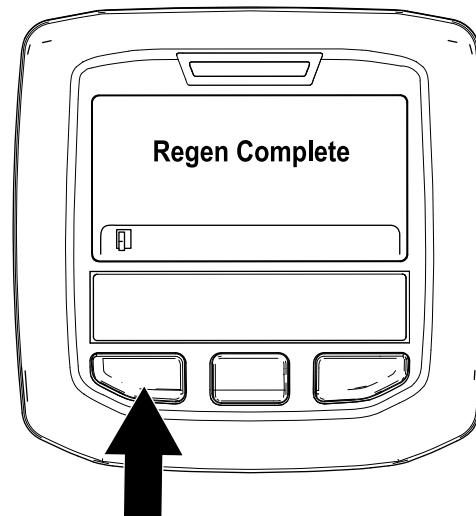

Bild 51
9. Die geparkte Regenerierung ist abgeschlossen, wenn die Meldung „Regen. Complete“ im InfoCenter angezeigt wird. Drücken Sie die linke Taste, um den Homebildschirm anzuzeigen (Bild 51).